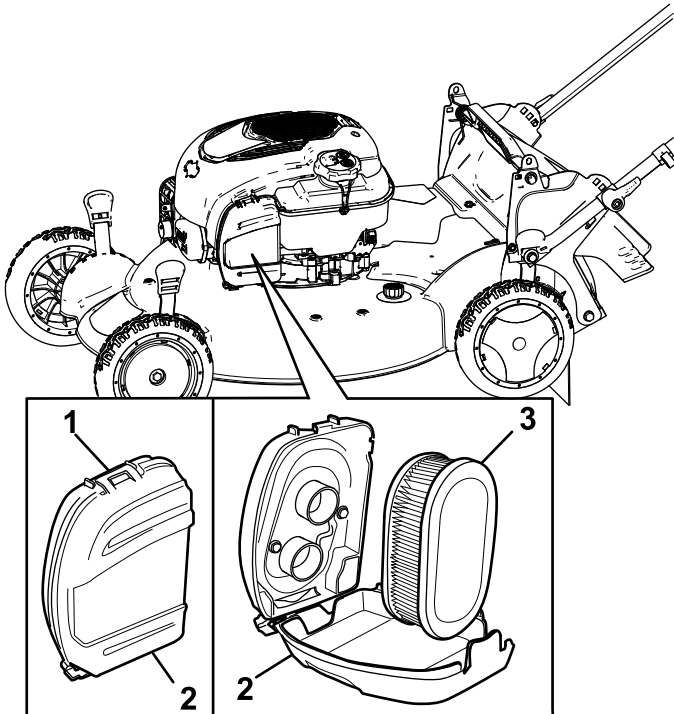

Figura 38
1. Abra los cierres de la parte superior de la tapa del filtro de aire (Figura 38).
2. Retire el filtro de aire (Figura 38).